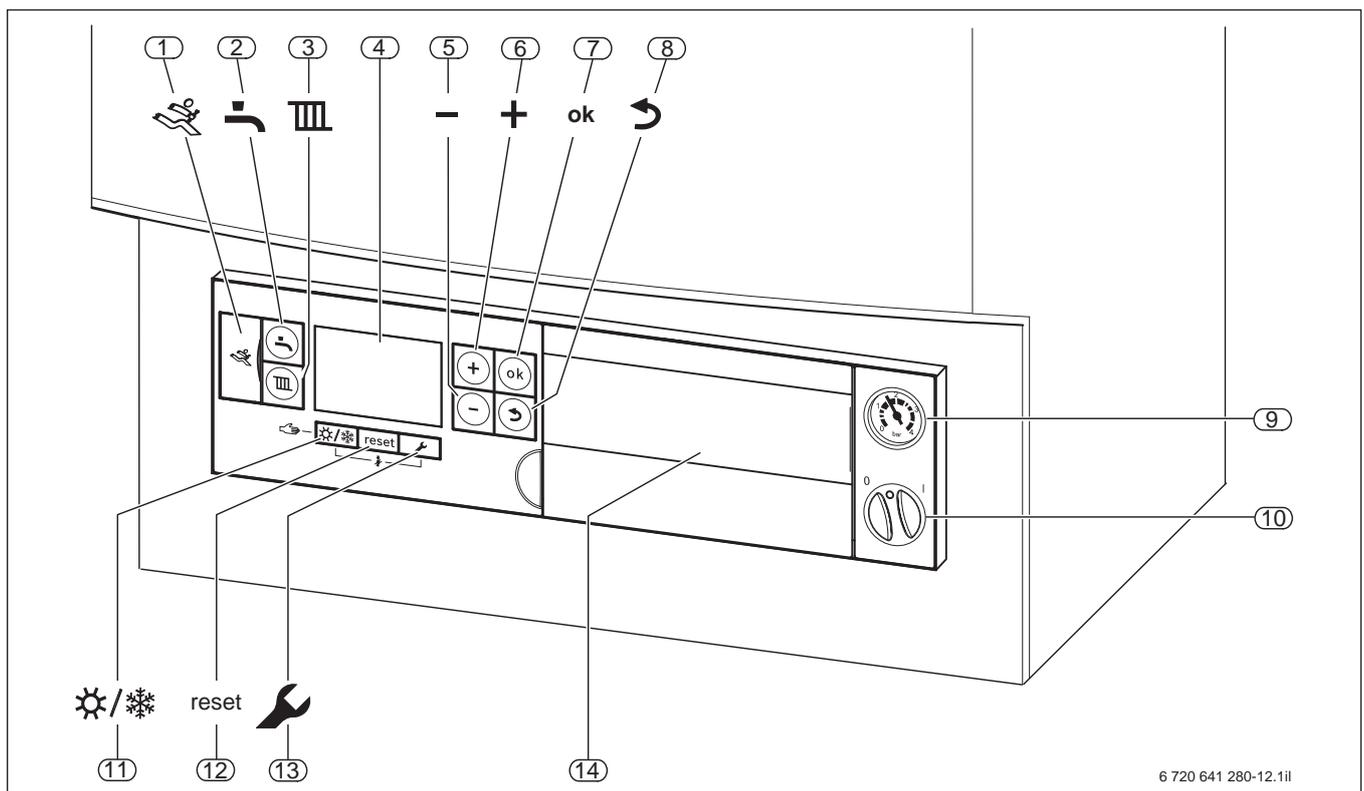

Bild 23 Anzeigen und Bedienelemente des Basiscontrollers Logamatic BC25 (hier eingebaut im Wandgerät GB172)
- Ein- und Ausschalten des Kessels und aller angeschlossenen Module über einen Schalter Ein/Aus (→ Bild 23, [10], Seite 47)
- Taste Umschaltung „Sommer-/Winterbetrieb“ (→ Bild 23, [12], Seite 47)